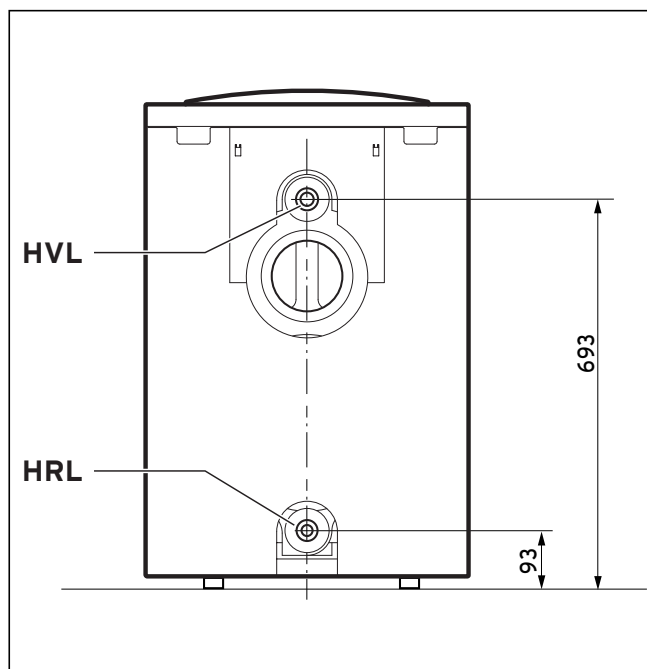

Рис. 4.1 Присоединение к системе отопления
- Подключите подающую и обратную линии системы отопления в соответствии с данными рис. 4.1.
Пояснения к рис. 4.1: